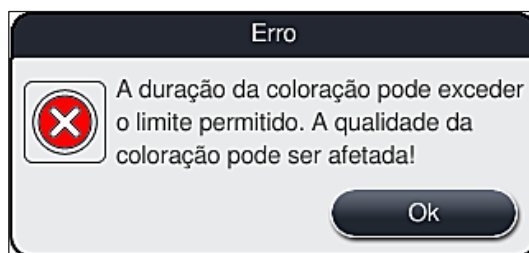

Fig. 109
1. Após confirmar esta mensagem de informações, o usuário é informado que os períodos de coloração podem ter sido excedidos, ou seja, racks individuais já permaneceram muito tempo em um reagente sob determinadas circunstâncias ou em um estação crítica, o que pode impedir a qualidade da coloração. Confirme esta mensagem de informações (→ "Fig. 109") pressionando o botão **OK** para retomar.